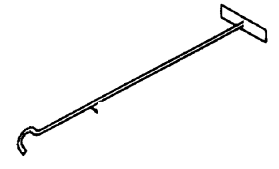
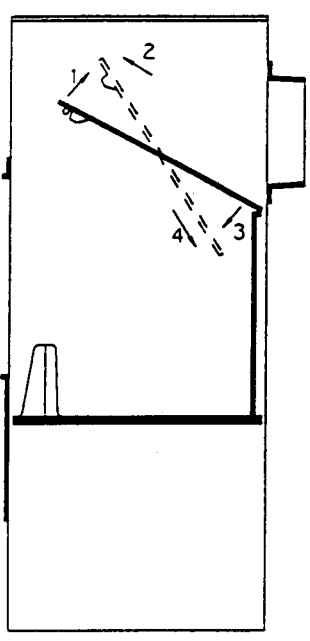

Fig. 8
Fig. 9
- Desmontagem do deflector **(Fig. 8) e (Fig. 9)** :